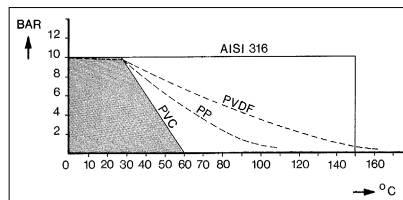

Fig. 2-2. Druk/temperatuur-klasse
- max. : afhankelijk van materiaal en toepassing (zie fig. 2-2)
DRUK : zie fig. 2-2